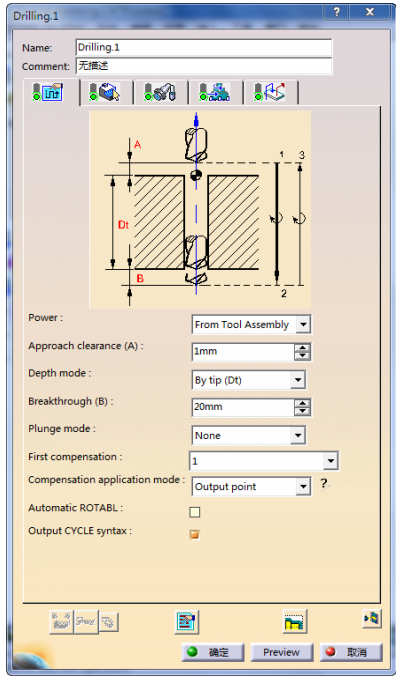

图 6-104 刀具路径参数选项卡
3) 定义刀具路径参数。单击“Drilling.1”对话框中的，切换到刀具路径参数选项卡，在“Breakthrough (B)”文本框中输入“20mm”，其他参数如图 6-104 所示。